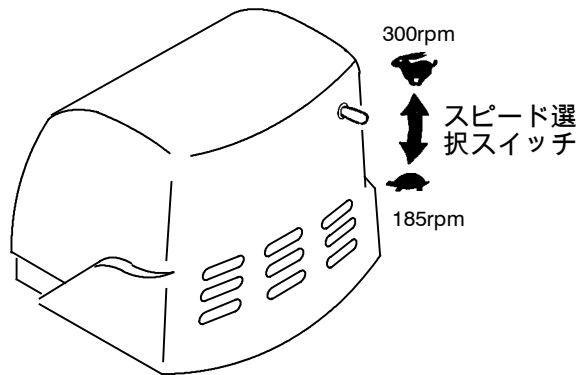

図3
2. 2段階スピードモデルの場合、適切なモータースピードを選択してください。スクラブ、剥離、カーペットのクリーニングの場合、スイッチ選択スイッチを下向き (185rpm) にしてください。吹付バフ研磨の場合は、スピード選択スイッチを上向き (300rpm) にしてください (図3)。